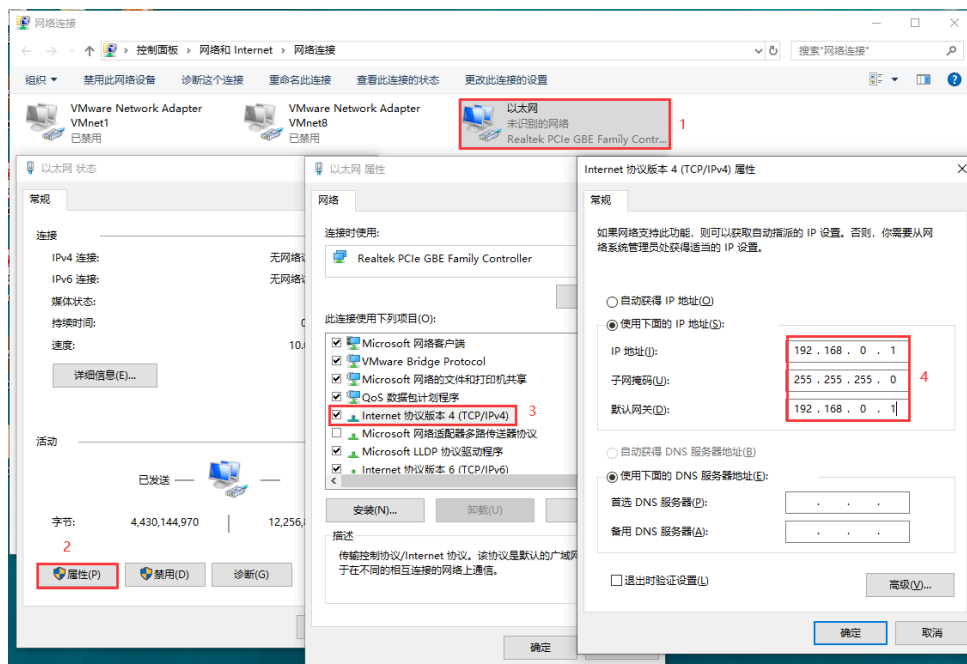

图 6-2 固件升级模式电脑 IP 设置界面
(1) 上电时将 CFG 引脚置为低电平, 进入升级固件模式, 此时 RX_LED 和 TX_LED 交替闪烁;
(2) 将电脑 IP 设置为 192.168.0.1 (或者同网段除 192.168.0.10 外的任何 IP 地址), 如图 6-2 所示。